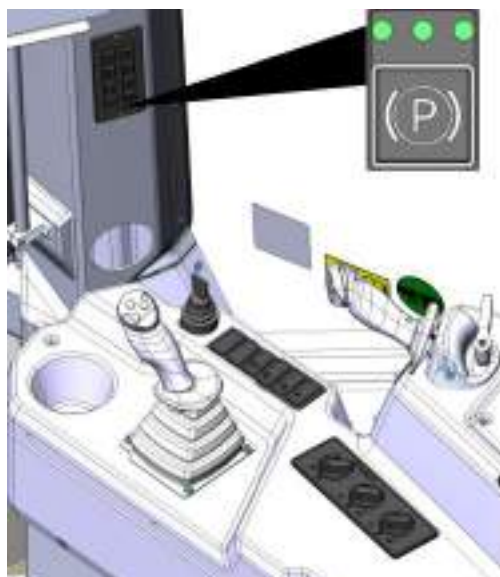

Рисунок 5.128. Клавиша паркинга
- Проверить клавишу паркинга, см. рис. 5.128 – включение символического индикатора «стояночный тормоз» в верхней части дисплея;